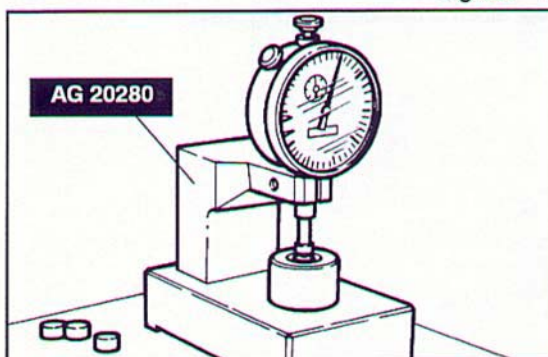

Fig. 228 ▼
- misurare lo spessore della pastiglia in uso con il comparatore AG 20280 (Fig. 228), quindi determinare lo spessore corretto "Sc" da utilizzare, con la formula:
- measure thickness of the pad used with dial gauge AG 20280 (Fig. 228), then work out the correct thickness "Sc" required for use with the formula: